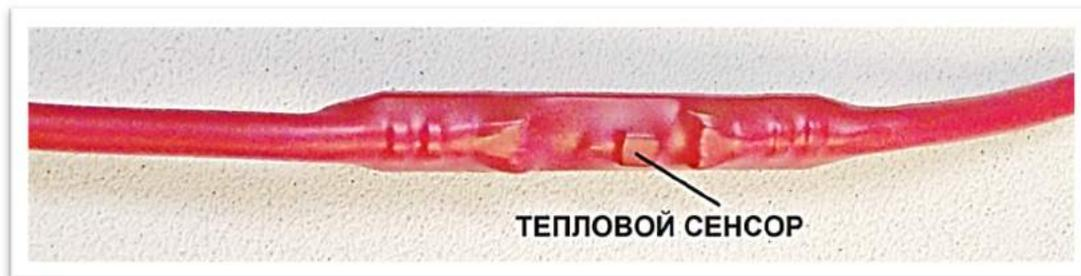

Рис.8. Внешний вид теплового датчика КХ "ProCab" ИПТМ, ИПКМ.
1.3.1. ИПТМ использует цифровые тепловые датчики 1-wire (рис.8). Как уже говорилось, УК кабельного хвоста знает о состоянии каждого датчика, температуру и прирост температуры по датчикам. По полученным данным выделяется сработка по порогу температуры и/или по скорости прироста температуры